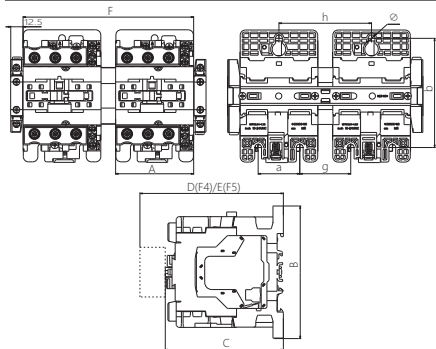

图2 CJX2-40(N)~95(N)交流接触器外形与安装示意
2.2 CJX2-40(N)~95(N)系列交流接触器安装尺寸、外形尺寸与接线能力，见图2与表3。型号规格重量见箱贴。